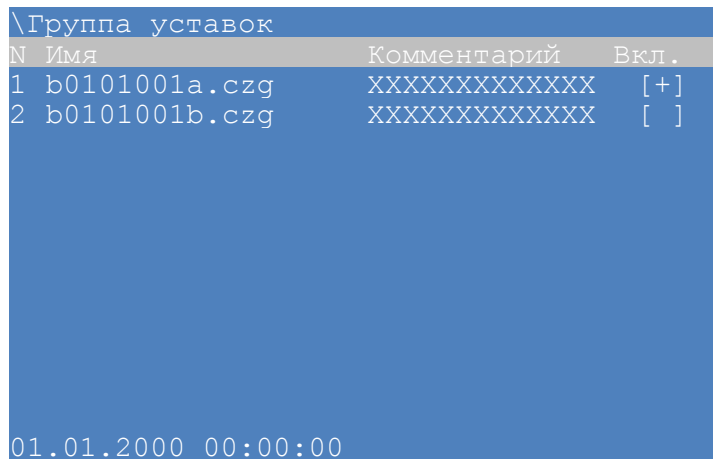

Рисунок 45 – Внешний вид пункта меню **Группы уставок**
2.7.2.8.4 **Группы уставок** (пункт меню **Параметры -> Системные параметры -> Группы уставок**) (см. рисунок 45)